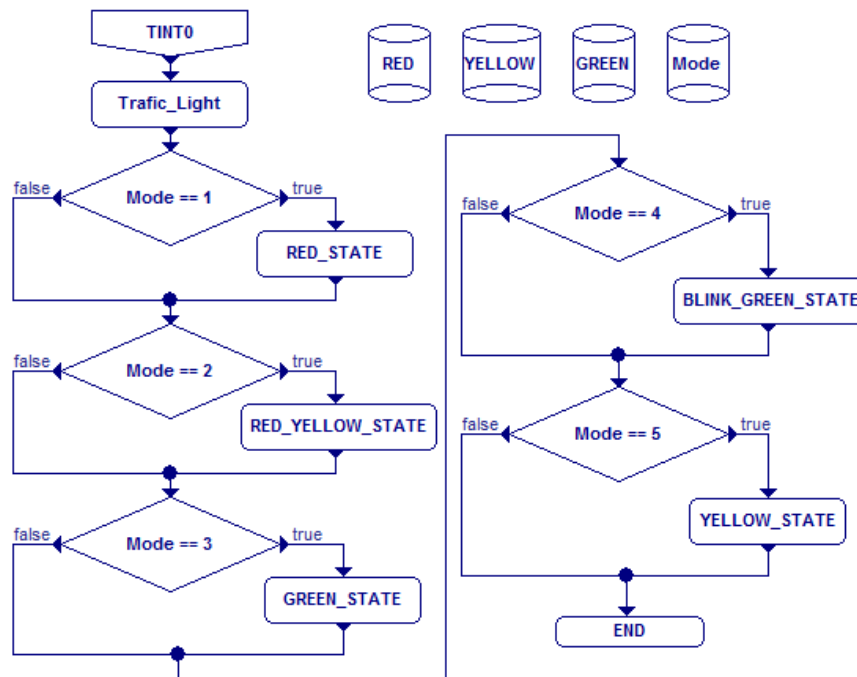

Рис. 162. Схема алгоритма работы светофора
Внутри блока **Traffic\_Light** удалить схему переключения режимов (рис. 162). В конечном итоге
- 22.3. Порядок выполнения блоков в схеме счётчика должен быть таким же, как показано на рис.162